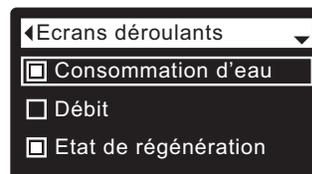

FIG. 56
5. Appuyez sur le sélecteur (O) pour afficher le menu de déroulement des écrans (cf. Figure 56).